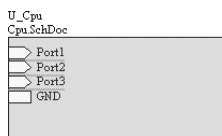

图 5-15 放置 U_Cpu 原理图符号
(7) 此时光标变成十字形状，并带有一个原理图符号的虚影。选择适当的位置，将该原理图符号放置在顶层原理图中，如图 5-15 所示。该原理图符号的标识符为 “U_Cpu”，边缘已经放置了 4 个电路端口，方向与相应的子原理图中输入、输出端口一致。